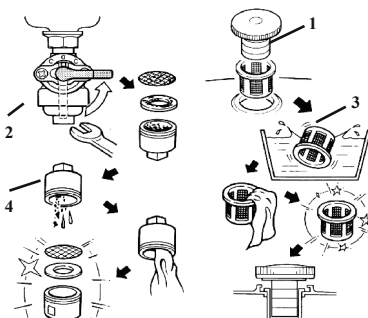

рис. 6
- открутите крышку бензобака (рис.6 поз.1) и колпачок крана подачи бензина (рис.6 поз.2), стараясь не повредить уплотнение;
- удалите загрязнения с фильтров (рис.6 поз.3 и 4) промыванием в растворителе (типа Уайт-Спирит) и продувкой;
ва (рис.6 поз.2).